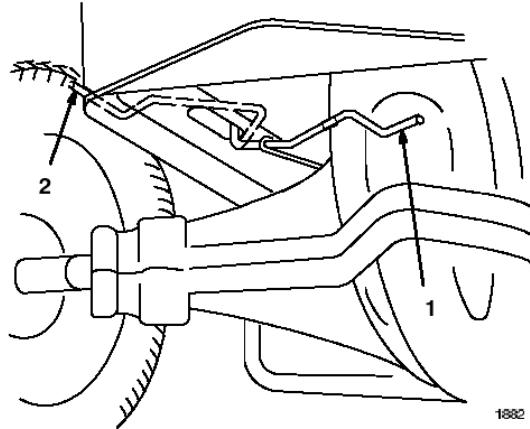

图7
2、将驱动控制放在“PUSH”推的位置。(图7)
4、将驱动控制放在“Operate”操作位置(图7) 拖拉机向前再向后行进5英尺。重复3次。